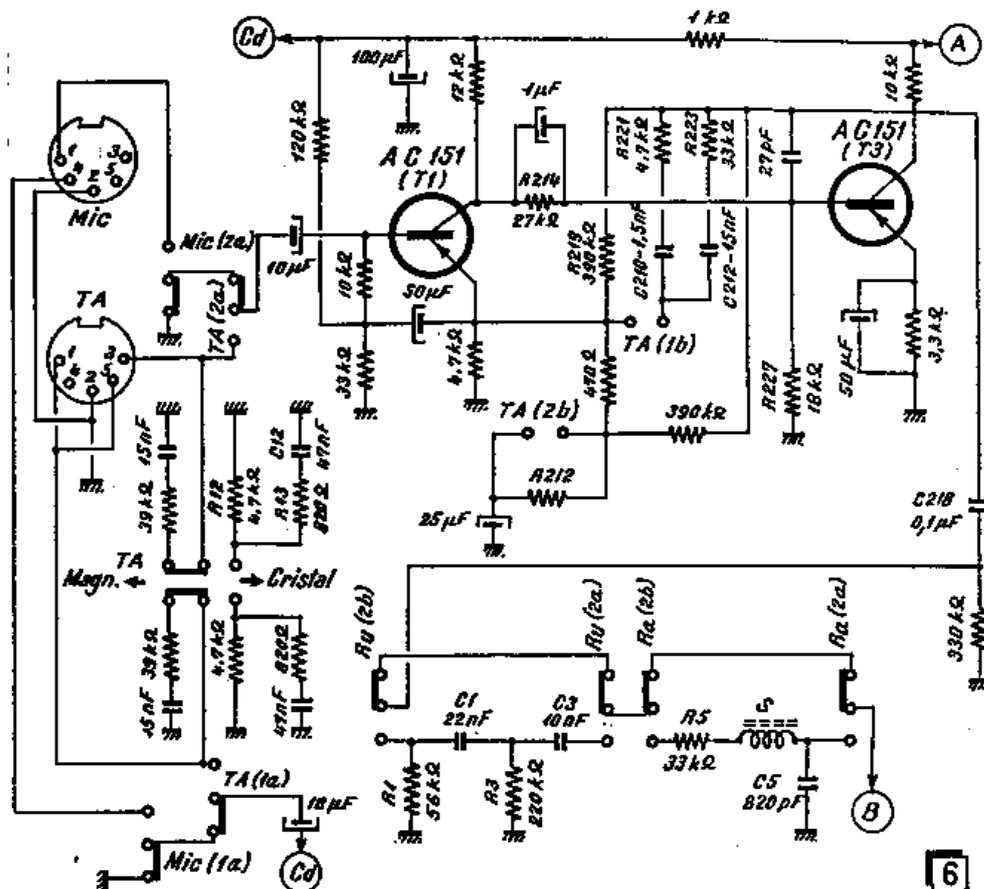

Fig. 6. — Les entrées micro et P.U. de l'amplificateur SV-50 se font sur un pré-amplificateur, dont la courbe de réponse varie en fonction de la source utilisée
Représenté par le schéma de la figure 6 (pour le canal gauche seulement), il est précédé de deux entrées : pour microphone (Mic) et pour P.U. (TA). A côté de la prise TA se trouve un contacteur à poussoir glissant, permettant d'adapter l'entrée soit à un P.U. magnétique, soit à un P.U. piézo (cristal).